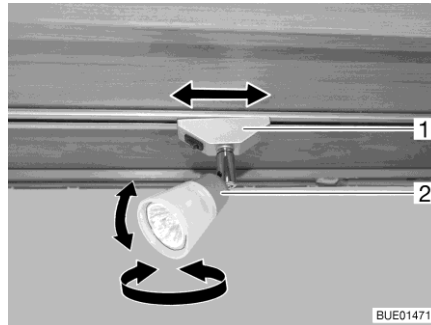
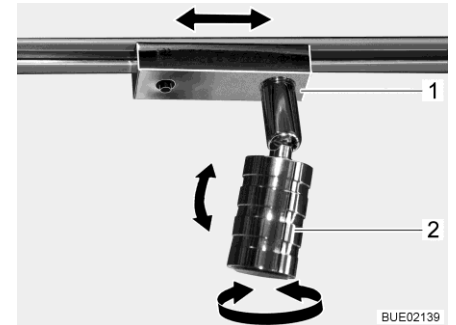

Fig. 82 Foco
Fig. 83 Foco (alternativa)
- Coger la carcasa (Fig. 82,2 ó Fig. 83,2) y girarla.
- Agarrar la base (Fig. 82,1 ó bien Fig. 83,1) y girarla aprox. 45°.
- Agarrar la base (Fig. 82,1 ó bien Fig. 83,1) y girarla 90°.